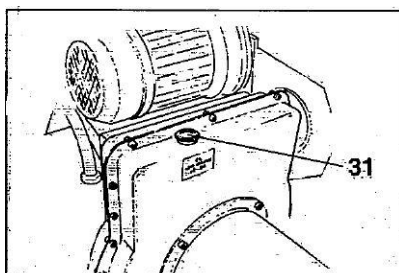

Fig.8.4
- 4) Fra tid til anden skal oliestanden i gearkassen kontrolleres, når værktøjsholderen er sænket helt ned, må der ikke være helt tomt i glasset på gearkassen. Hvis det er påkrævet fyldes der op med ESSO Spatan EP 320 eller lignende olie (for eks. Agip F1 REP 237, BP GRX P 320, Chevron Gear Compound 320, Mobil Gear 632, Shell Omaia Oil 320, Castrot Alpha SP 320). Fjern dækslet (31, Fig.8.4), Fyld olie på, og påsæt dækslet igen..